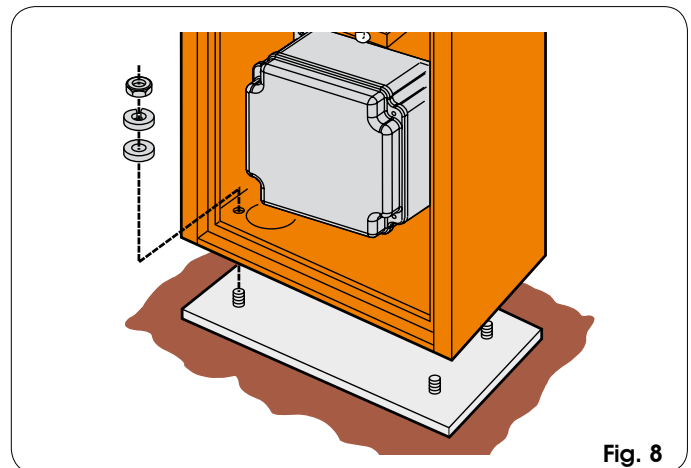

Fig. 8
- 1) Bevestig de staander met de vier bijgeleverde bouten op de funderingsplaat (fig. 8), en controleer daarbij de configuratie van de slagboom zoals in figuur 7. Houd er rekening mee dat de klep van de staander normaal gesproken aan de kant van het gebouw zit.